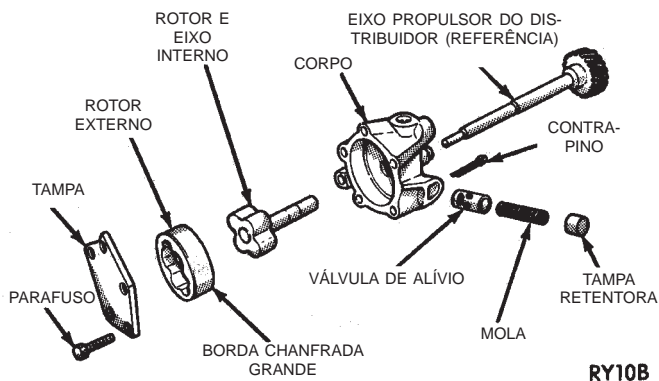

Fig. 70 Bomba de Óleo
- (2) Remova a tampa da bomba de óleo. (Fig. 70).
- (3) Remova o rotor interno e externo da bomba com o eixo (Fig. 70).
- (4) Lave todas as peças em um solvente apropriado e inspeção cuidadosamente se há dano ou desgaste.